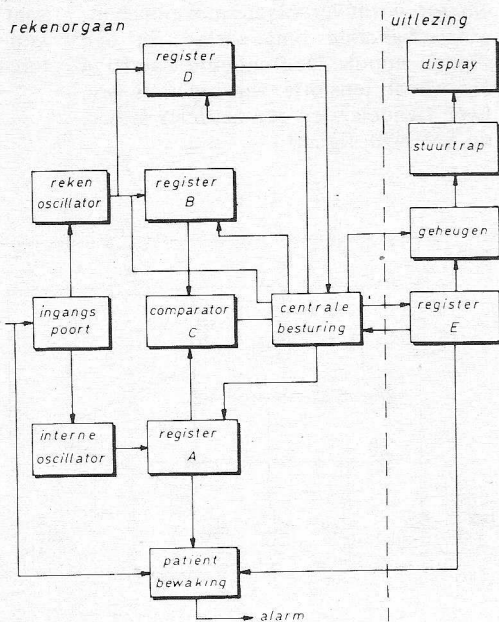

Fig. 9. Blokschema van het rekenorgaan.
De hartimpulsen worden aan het rekenorgaan toegevoerd. Deze impulsen worden gevormd door het ingangscircuit, (zie deel 2). Bij de eerste hartimpuls start het inschrijven van het delerregister A door de intervaloscillator ($f = 10^4/6$ Hz), (fig. 9). Het inschrijven stopt bij de tweede hartimpuls. Nu wordt het hulpdelerregister B, evenals het deeltalregister D, ingeschreven door de rekenoscillator ($f = 1,25$ MHz). Heeft reg. B nu dezelfde inhoud bereikt als reg. A, dan geeft de comparator C een impuls af aan de centrale besturing (CB). De CB geeft deze impuls door aan het quotiëntregister E en reset tevens reg. B; reg. D wordt niet gereset. Reg. B wordt direct na het resetten opnieuw ingeschreven door de rekenoscillator en reg. D wordt weer verder ingeschreven. Bij gelijkheid van de reg. A en B geeft de comparator C weer een impuls af aan de CB, die deze weer in reg. E inschrijft, reg. B reset en reg. D weer niet reset. Reg. B wordt opnieuw ingeschreven, enz.